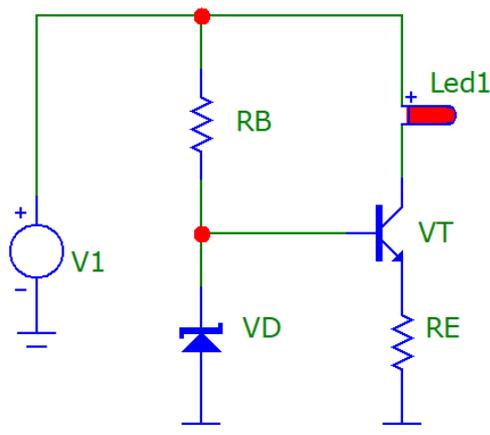

Рис. 2.10. Маломощный стабилизатор тока со стабилизацией потенциала базы с помощью стабилитрона
4. Соберите схему стабилизатора тока со стабилизацией потенциала базы с помощью стабилитрона (рис. 2.10).
Рассчитаем номинал резистора  $R_E$  для схемы рис. 2.10.